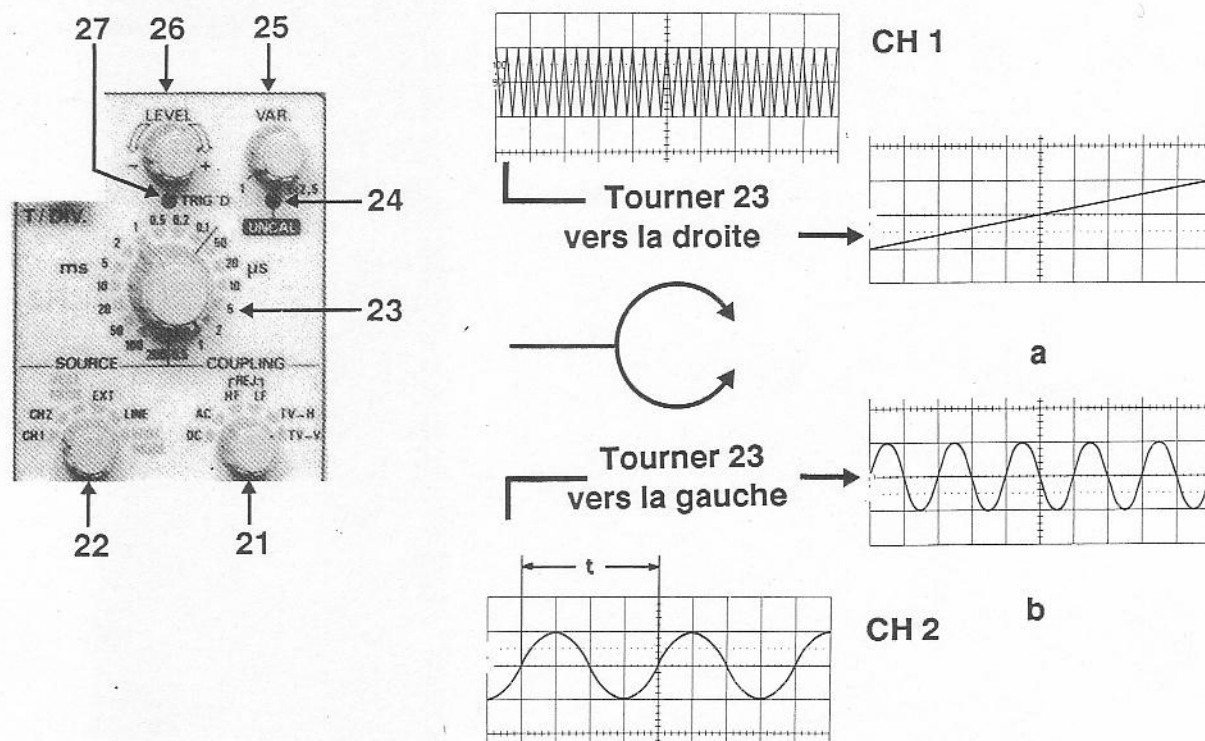
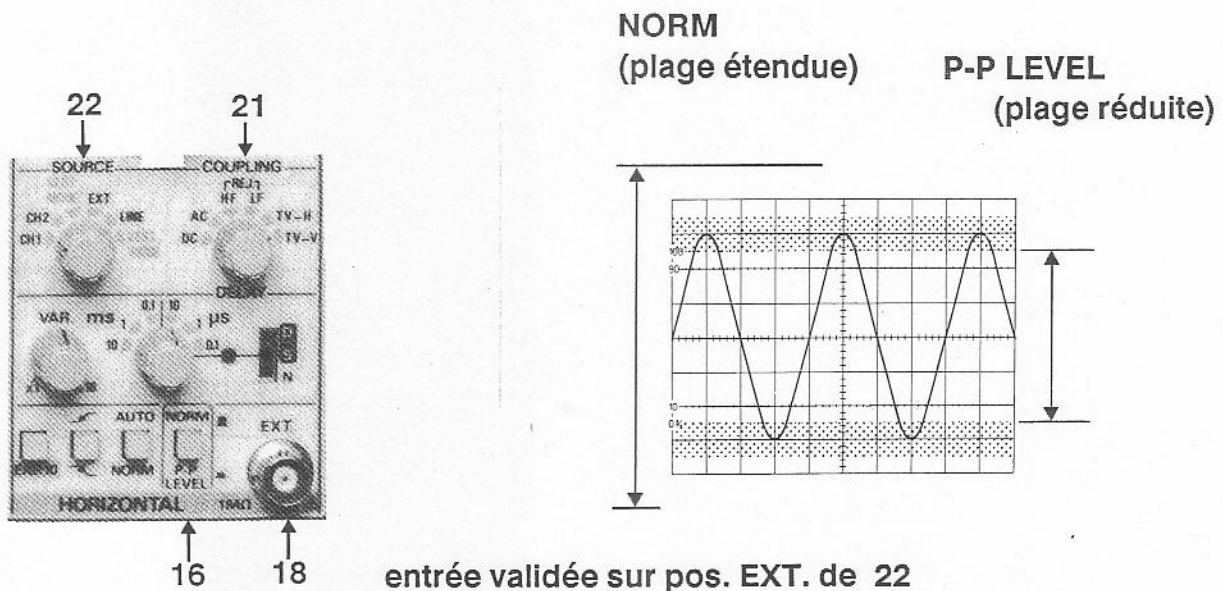

Fig 3.5
Fig 3.6
- Appuyer sur le poussoir 16 (voir Fig 3.6) pour stabiliser cette image en adoptant le mode de déclenchement "crête à crête" (P-P) et retoucher éventuellement la position de la commande 26 (voir Fig 3.5), ajuster vers + ou - le niveau de déclenchement.
- Lorsque l'image est stable (voyant 27 allumé), tourner la commande 23 pour fixer le nombre de périodes du signal observé (choix de T/div voir Fig 3.5, en notant que pour les positions de 23 > ou = à 5ms, le mode de balayage est découpé, alors que pour les positions < 5ms il est alterné).
- vérifier que le niveau de déclenchement se trouve bien dans une plage "réduite" plus "fine" à régler (16 enfoncé). Si l'on désire une plage plus étendue, relâcher 16 pour obtenir une recherche plus lente à l'aide de 26 ( la plage pouvant alors dépasser les limites verticales du graticule, voir Fig. 3.6).
- Note : on peut également dans certains cas d'emploi bien spécifiques faire appel à un déclenchement lié à la fréquence du "réseau local" (22 sur LINE, voir Fig 3.6) ou à la fréquence d'un signal d'origine externe appliqué à l'entrée EXT 18 (fréquence liée au signal observé et niveau respectant les conditions paragraphe 3.1.3.)*